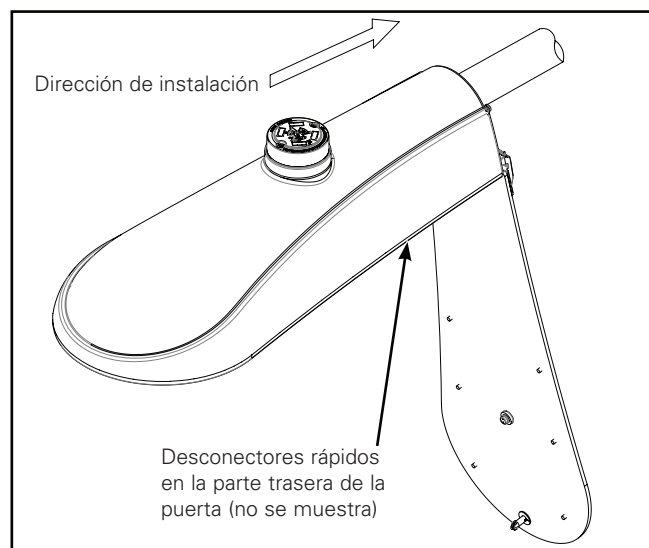

Figura 4.
4. Eleve la carcasa a su posición y coloque el extremo del brazo de montaje sobre escalones de nivelación a fin de que la carcasa quede nivelada. Se debe tener cuidado de que el brazo no golpee inadvertidamente los componentes internos. (Figura 4.)